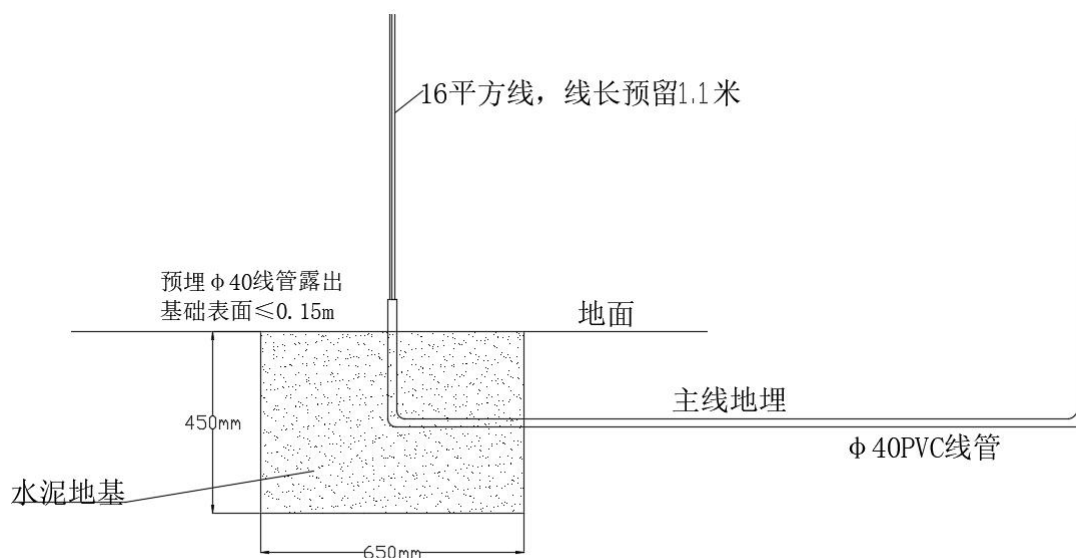

图 2 混凝土基础示意图
2. 在地面开挖一个长 650mm、宽 450mm、深 450mm 的基坑，做好线管预埋（线管可用  $\phi 40$  的 PVC 或 SC 材质）。准备好水泥、沙子、石子，混合后将其倒入挖好的基坑里，待硬化处理完成后开始安装桩体。在预埋线管里穿入一组  $3 \times 16\text{mm}^2$  铜芯电缆，充电桩底座内从地面穿出预留至少 1.1 米线缆，线的另一端布线到配电箱预留合适长度。充电桩底座线管出口处管口高出地面建议 $\leq 0.15$  米。示意图如图 2：
3. 用户可根据实际安装环境和条件自行调整，图 2 仅供参考。